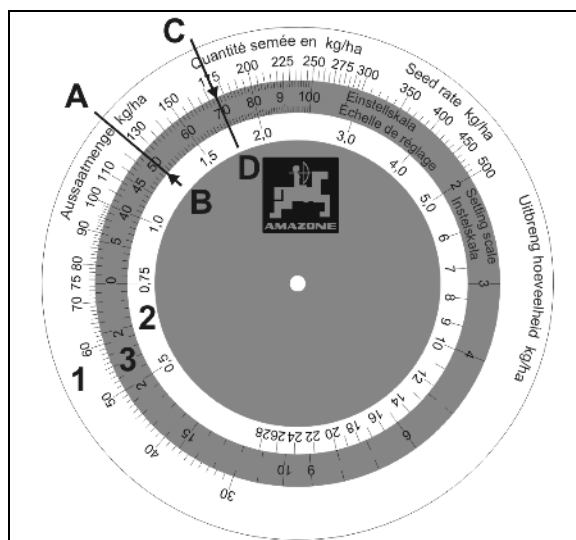

Рис. 46
Логарифмический диск имеет три шкалы: внешней шкалы белого цвета (Рис. 46/1) для всех норм высева свыше 30 кг/га и внутренней шкалы белого цвета (Рис. 46/2) для всех норм высева ниже 30 кг/га. На средней, цветной шкале (Рис. 46/3) указаны положения редуктора от 1 до 100.
2. Значение нормы высева – **125 кг/га** (Рис. 46/A) и положение редуктора – **50** (Рис. 46/B) устанавливаются на логарифмическом диске друг над другом.
3. Теперь с помощью логарифмического диска узнайте значение положения редуктора для нужной нормы высева **175 кг/га** (Рис. 46/C). На нашем примере положение редуктора равно **70** (Рис. 46/D).